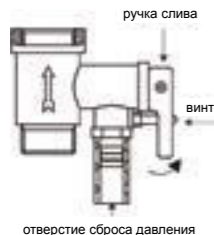

Рис. 11
4. На входной патрубок обозначенный голубым цветом и стрелкой направления течения воды накрутите предохранительный клапан так, чтобы течение воды совпадало с направлением стрелки на корпусе клапана. На отверстие сброса давления предохранительного клапана (см. рис. 11) оденьте дренажную трубку* для отвода воды (возможно появление при нагревании) в канализацию.
6. Чтобы правильно слить воду из внутреннего бака, надо воспользоваться сливным отверстием (только для серии FSL2/FSP2) (надо открутить заглушку, закрывающую сливное отверстие), также воду можно слить через обратный предохранительный клапан (открутить сливной винт обратного предохранительного клапана и перевести ручку слива в верхнее положение, при этом кран выхода горячей воды должен быть открыт, а кран подачи холодной воды в водонагреватель должен быть перекрыт) (смотри рис. 11). Никогда не сливайте воду, если ее температура выше 50°C, т.к. это может привести к ожогам.